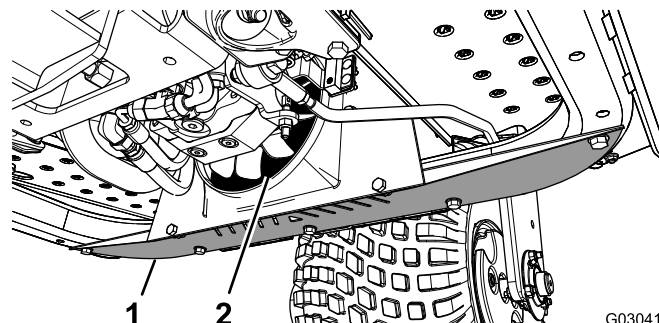

Figura 50
1. Rimuovete lo schermo inferiore (Figura 50).
2. Utilizzando un tubo, soffiare aria compressa tra le lame della ventola (Figura 50) per far fuoriuscire il materiale dalla direzione in cui è entrato.